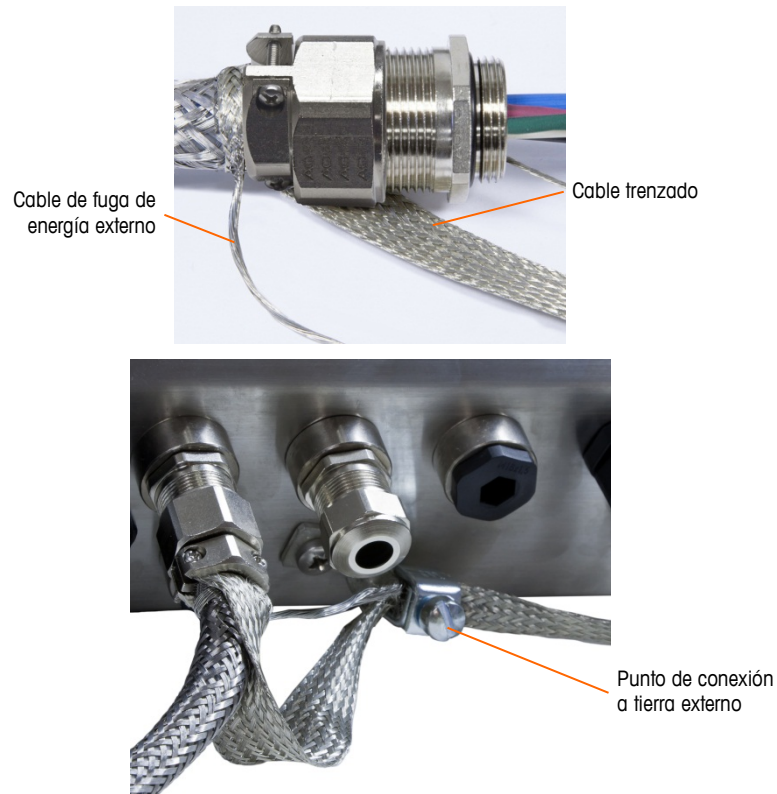

Figura A-49: Terminación de la trenza externa del cable de conexión POWERCELL PDX, gabinete para ambientes adversos
- d. Extraiga la trenza externa para cubrir el mango de latón y envuelva un extremo de un cable de tierra trenzado plano sobre éste antes de asegurar todo con la abrazadera metálica (Figura A-49). Corra el alambre de fuga externo del cable de conexión junto con el cable trenzado plano a través de una orejeta de conexión a tierra fija en la parte posterior del gabinete para ambientes adversos. El otro extremo del cable trenzado plano se termina en la barra de conexión a tierra.